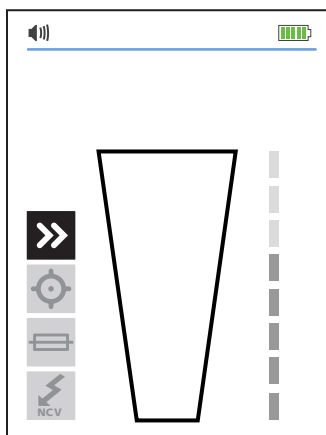

Figur 3.1c:
3. Vælg HØJ signaltilstand til de fleste anvendelser. Skærmen ser ud som vist i figur 3.1c. LED-skærmen vil hurtigt begynde at blinke.